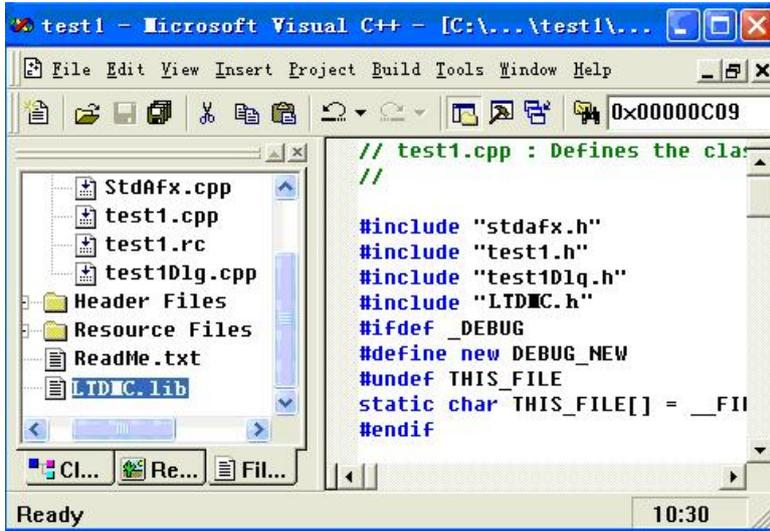

图 6.9 程序增加头文件
- 10) 打开 test1.cpp 文件，在程序开始部分添加相应语句：`#include "LTDMC.h"`，如图 6.9